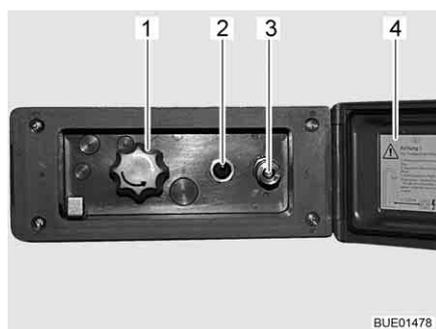

Fig. 121 Ligação do duche exterior
- Destrave a tampa (Fig. 121,4) e abra-a.
- Ligue a mangueira do duche exterior no fecho rápido (Fig. 121,3).
- Ligue a bomba de água com o interruptor (Fig. 121,2).
- Regule a temperatura da água a gosto com o botão giratório (Fig. 121,1).
- Desligue a bomba de água com o interruptor (Fig. 121,2).
- Trave a tampa (Fig. 121,4) e feche-a à chave.
- Coloque o botão giratório (Fig. 121,1) na posição do meio.